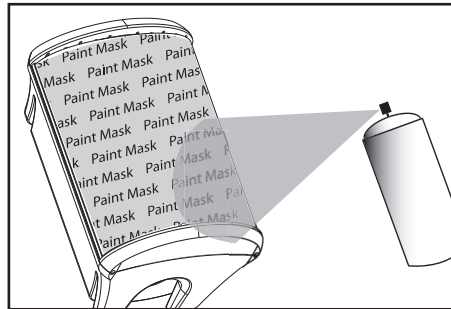

FIGURE 21
2. When the primer is completely dry, apply the finish color [figure 21].
2. Lorsque la peinture d'apprêt est complètement sèche, appliquez la peinture de finition [figure 21].